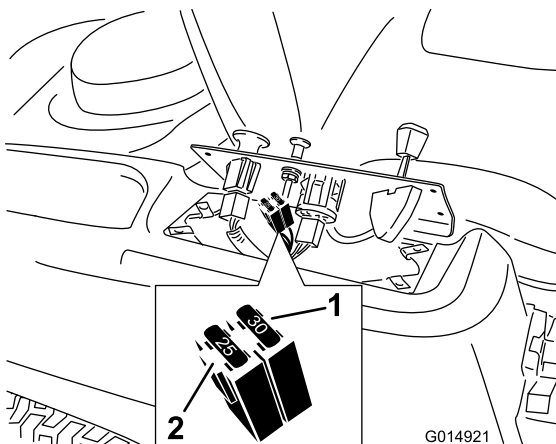

Bild 49
2. Heben Sie das Armaturenbrett an, um an den Hauptkabelbaum und den Sicherungsblock zu gelangen (Bild 49).
3. Ziehen Sie die Sicherung zum Wechseln heraus (Bild 49).